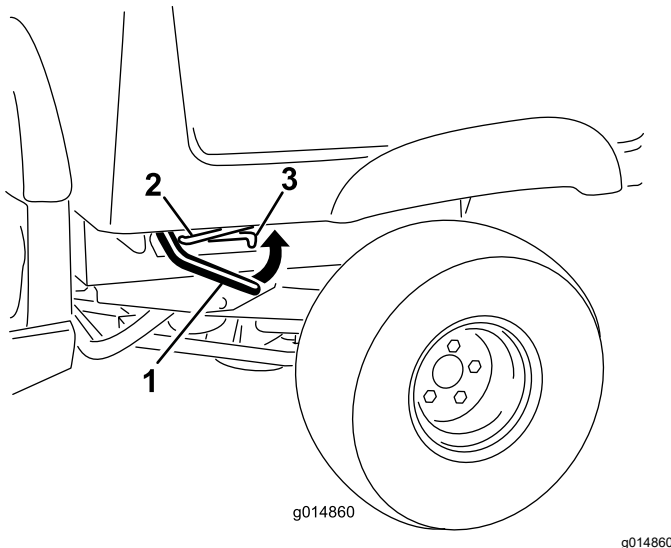

Figura 13
1. Ridicați maneta din fiecare parte a platformei și ridicați platforma (Figura 13).
1. Ridicați ușa platformei de încărcare prin ridicarea manetei de blocare (Figura 13).